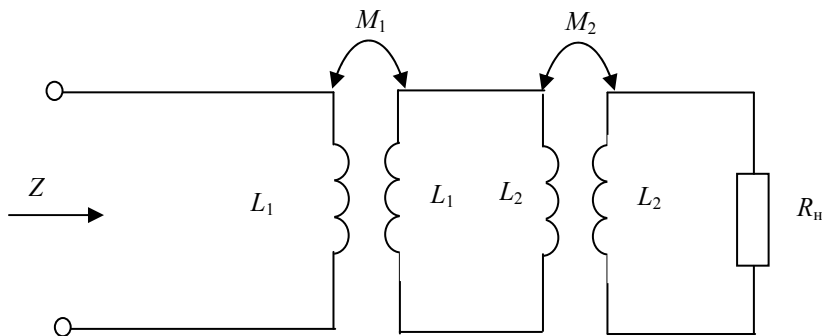

Рис. 2.41
2.3.13. Определить входное сопротивление цепи, состоящей из двух трансформаторов, включенных каскадно с нагрузкой  $R_n$  на выходе (рис. 2.41). Активные сопротивления обмоток трансформатора не учитываются.